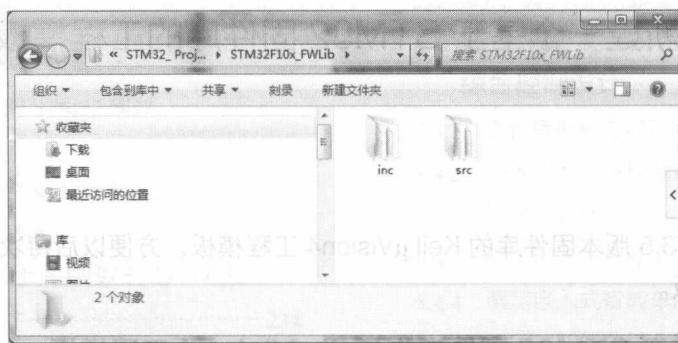

图 1-2 STM32F10x\_FWLib 子目录
(3) 把官方固件库“Libraries\STM32F10x\_StdPeriph\_Driver”下面的 src 和 inc 子目录复制到子目录 STM32F10x\_FWLib 下面，如图 1-2 所示。